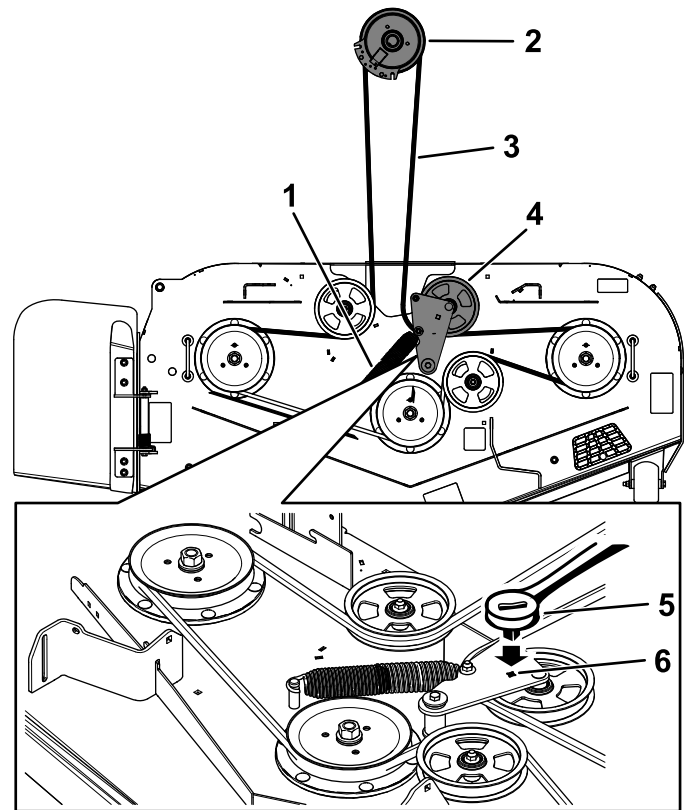

Figura 18
1. Utilize uma lingueta de  $\frac{3}{8}$  pol. no orifício quadrado no braço intermédio para retirar a tensão da mola intermédia (Figura 18).
14. Instale a correia da plataforma do cortador na polia intermédia da mola (Figura 18).